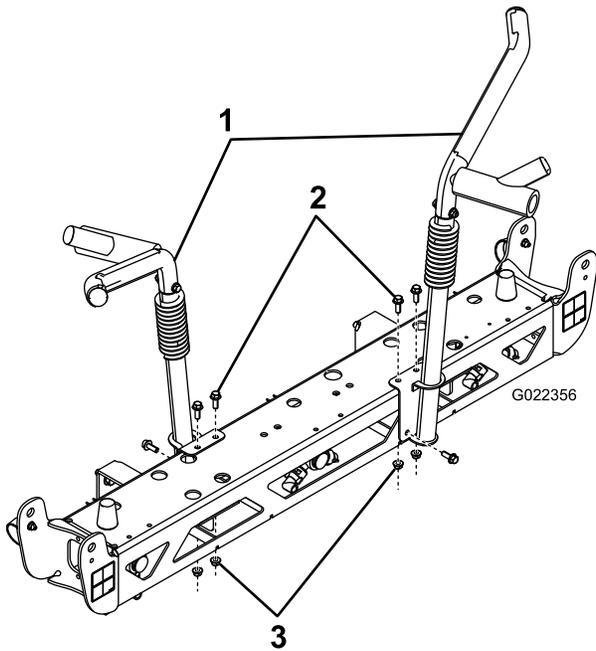

Figure 20
**Remarque:** Orientez-les comme illustré à la Figure 20